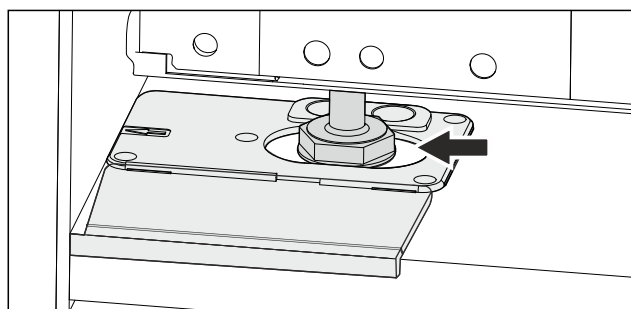

Fig. 50
- Rikta in skåpet med justeringsfötterna. Fig. 50 ()